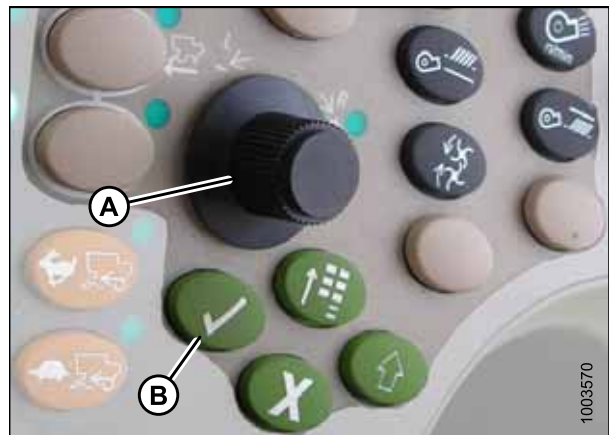

Figura 3.334: Console de controle da colheitadeira John Deere
6. Selecione PLATAFORMA na caixa (A) rolando para baixo na caixa usando o botão de rolagem e, em seguida, pressione o botão da marca de seleção (manopla e botão são exibidos na Figura 3.334, página 232).
7. Role para baixo até o ícone inferior direito que se assemelha a uma seta em um diamante (B) e pressione o botão marca de seleção para selecioná-lo.